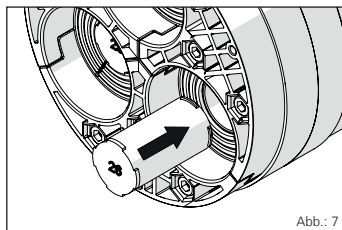

Abb.: 7
Nicht belegte Öffnungen der Standard-Ringraumdichtungen **HRK 150-SSG-3/24-54 bzw. HRK 150-SSG-6/10-36** mit den mitgelieferten Blindstopfen verschließen (siehe Abb.: 7).
- Blindstopfenöffnung muss in Montagerichtung zeigen (siehe Abb.: 7).